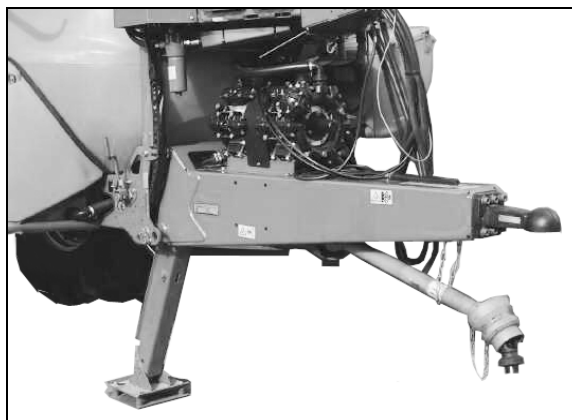

Bild 42
- **Dragstång för gaffeldrag (Bild 42)**